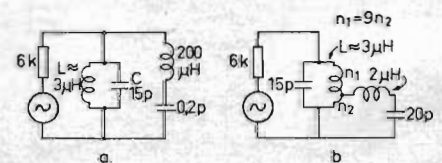

Fig. 14. Ett spärrfilter skall parallellkopplas med MF-kretsen L7. b) visar den praktiska utföringsformen.
**B**etr. spärrfiltret L8—C10 så framgår det av fig. 10 och 13 att det måste spärra inom ett mycket begränsat område. För att få en tillräckligt »vass» spärrverkan är det nödvändigt att använda ett mycket högt värde på induktansen L8 i spärrfiltret och lågt värde på kondensatorn C10. Undersöker man saken närmare kommer man fram till, att man måste ha en induktans på 200  $\mu$ H och en kapacitans på 0,2 pF. Se fig. 14 a. Dessa värden är emellertid orimliga, de går inte att förverkliga på grund av ofrånkomliga läckkapacitanser.
I stället får man gå till väga så, som antydes i fig. 14 b: man ansluter spärrfiltret över ett uttag på kretsen med L7, så att man får en upptransformering av reaktansvärdena. Genom att välja impedansomsättningen  $[n_2:(n_1+n_2)]^2=1:100$  får man mer hanterliga komponentvärden för spärrfiltret,  $L=2\mu$ H och  $C=20$  pF.